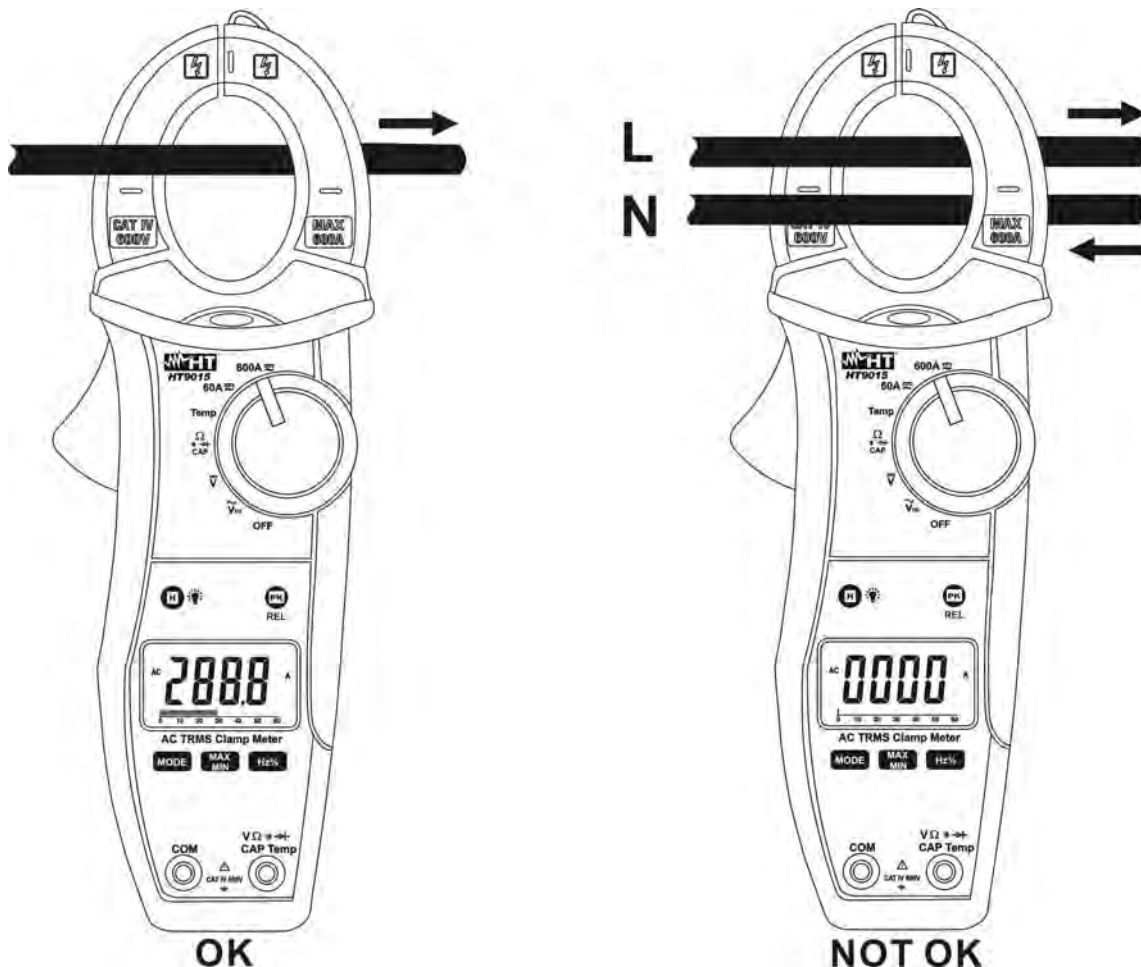

Abb. 9 DC Strommessung
5. Bei der DC Strommessung bedeutet das "-" Symbol im Display, dass die Stromzange gedreht werden muss (siehe Abb. 9)